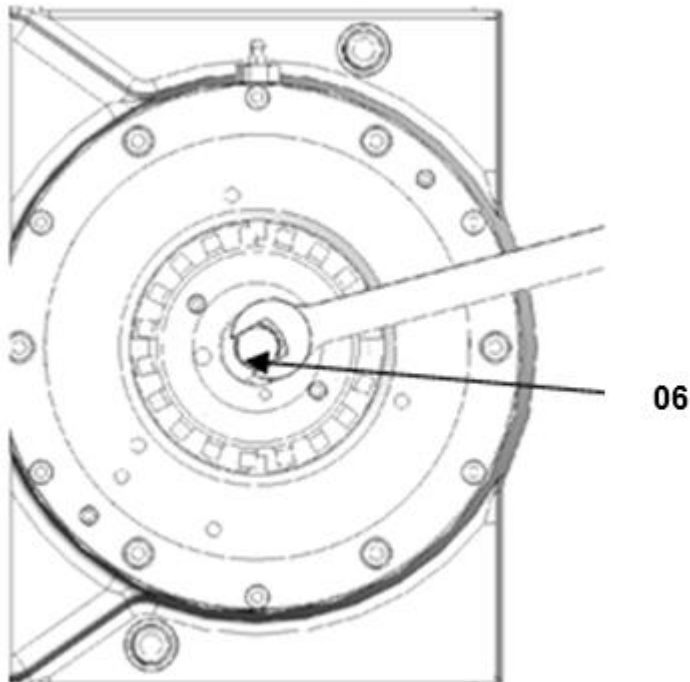

Bild 5.5
6. Mit einem Schraubenschlüssel Bild 5.5 ziehen Sie nun die Schraube für die Verschleißüberwachung **06** an bzw. lockern sie, bis der Spalt zwischen Belag und Scheibe den gewünschten Wert „PG“ Pad Gap siehe Typenschild Bremse erreicht. Den Lüftspalt auf beiden Seiten ist zu prüfen und bei der Version R-V auch mit der Schraube M16 nachzustellen.
3. Entfernen Sie die Sicherungsscheibe **15**, um die Schraube für die Verschleißüberwachung **06** freizulegen Bild 5.5, siehe Kapitel 5.3.